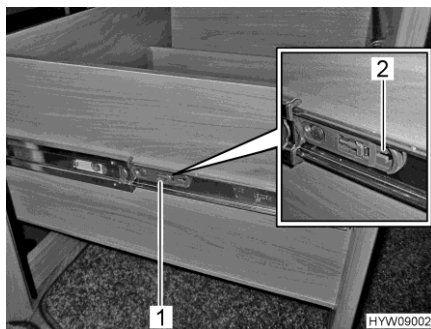

Bild 135 Bänklåda
- Dra på båda sidor av bänklådan fliken (Bild 135,1) i pilens riktning (Bild 135,2). Bänklådan kan sedan dras ut via dess anslag.